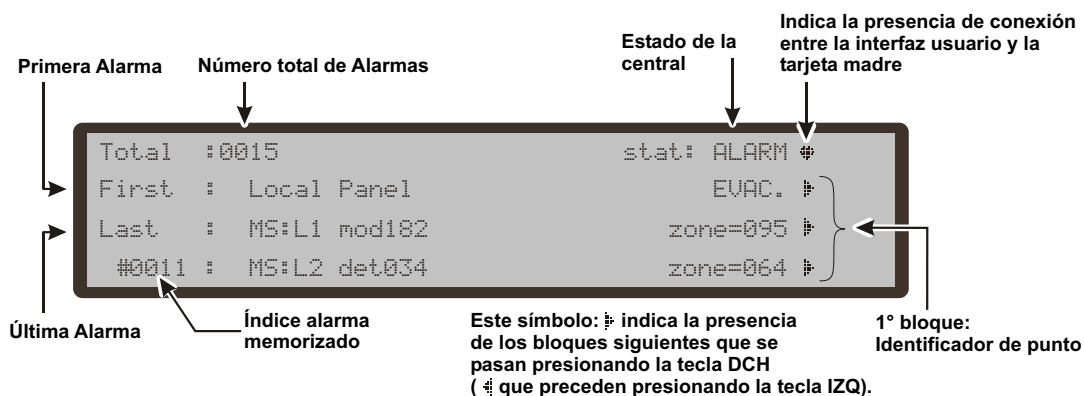

Figura 7 Pantalla: ESTADO de ALARMA
- por los visores de la central y de los Repeater con una pantalla como la de la figura 7;
La pantalla de la Figura 7 indica que la central está en ESTADO DE ALARMA: